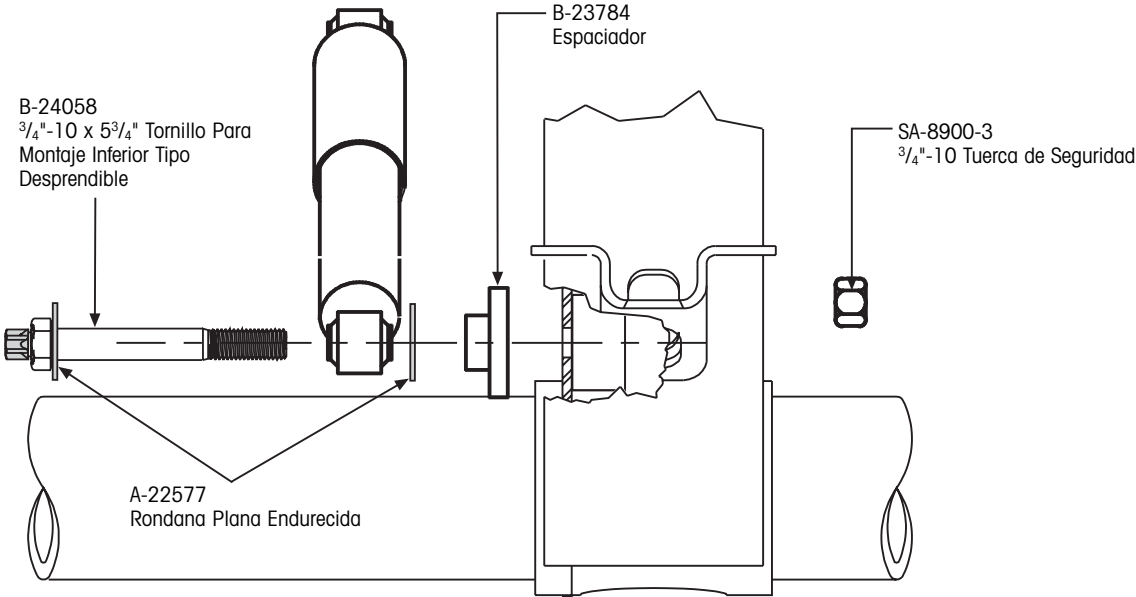

Figura 7. AA230/AA250 Rev. C (Rosca Dañada)
8. Inserte el tornillo para montaje interior tipo desprendible a través de la rondana plana, amortiguador, rondana plana, espaciador y a través del agujero de $\frac{3}{4}$ -pulgada y comience a roscar en la tuerca (Figura 7, página 7).